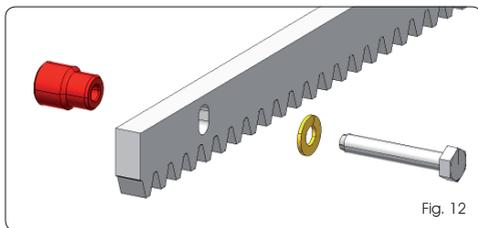

Fig. 12
5.4.2 CREMALLERA DE ACERO PARA ENROSCAR (Fig. 12)